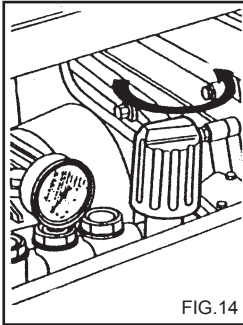

FIG.14
El presente capítulo se refiere a los modelos que llevan el dispositivo de “Regulador de presión”. El dispositivo regulador de presión (fig. 14) permite regular la presión de trabajo. Girando el botón C en el sentido de las agujas del reloj (B) (mínimo), se obtiene una reducción de la presión de trabajo.